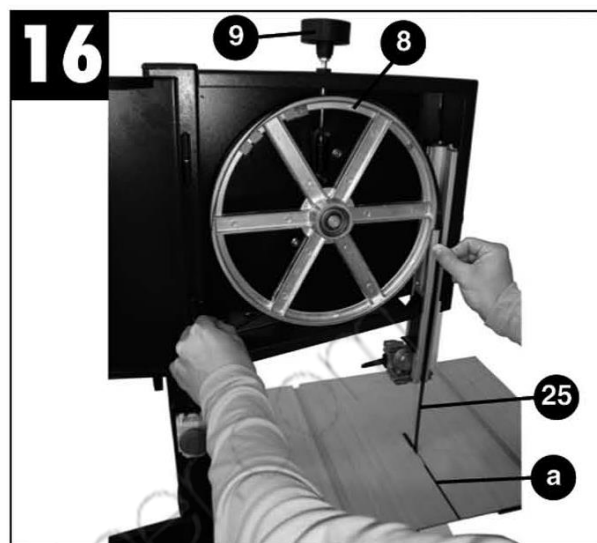

Figura 13 – Regolazione lama.
- Verificate che la lama (25 Figura 13) giri liberamente senza toccare nessuna parte della tavola.